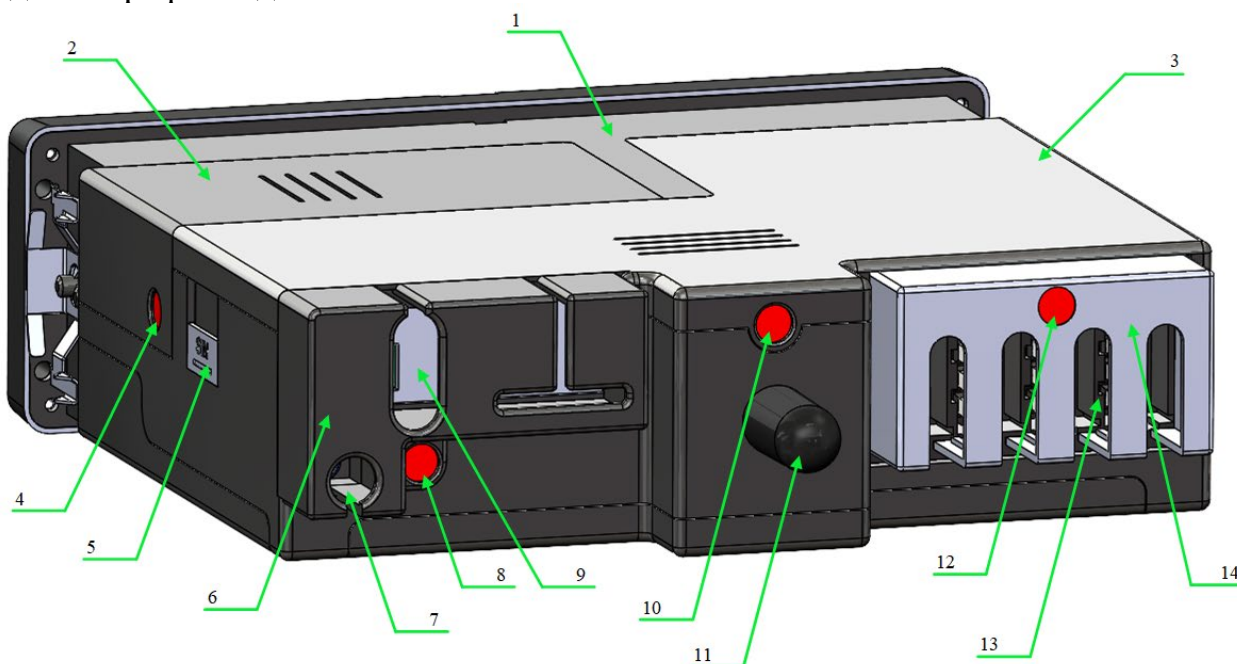

Рисунок 2. Тахограф – вид сзади.
- б) Пломбировочная крышка, блокирующая разъемы подключения на задней стенке тахографа (см. Рисунок 2 позиция 7). Эта пломба устанавливается в специализированной мастерской, которая находится в «Перечне сведений
- в) Пломбировочная крышка, блокирующая разъем подключения антенны ГЛОНАСС на задней стенке тахографа (см. Рисунок 2 позиция 8). Эта пломба устанавливается в специализированной мастерской, которая находится в «Перечне сведений о мастерских, осуществляющих деятельность по установке, проверке, техническому обслуживанию и ремонту тахографов» на сайте ФБУ «РОСАВТОТРАНС».